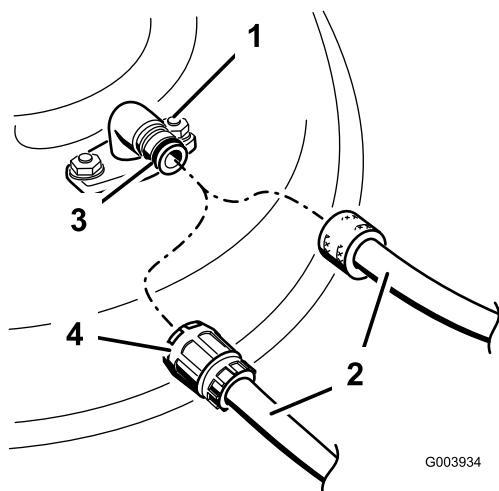

Figure 30
4. Branchez un flexible au raccord de lavage et ouvrez l'arrivée d'eau à fond (Figure 30).